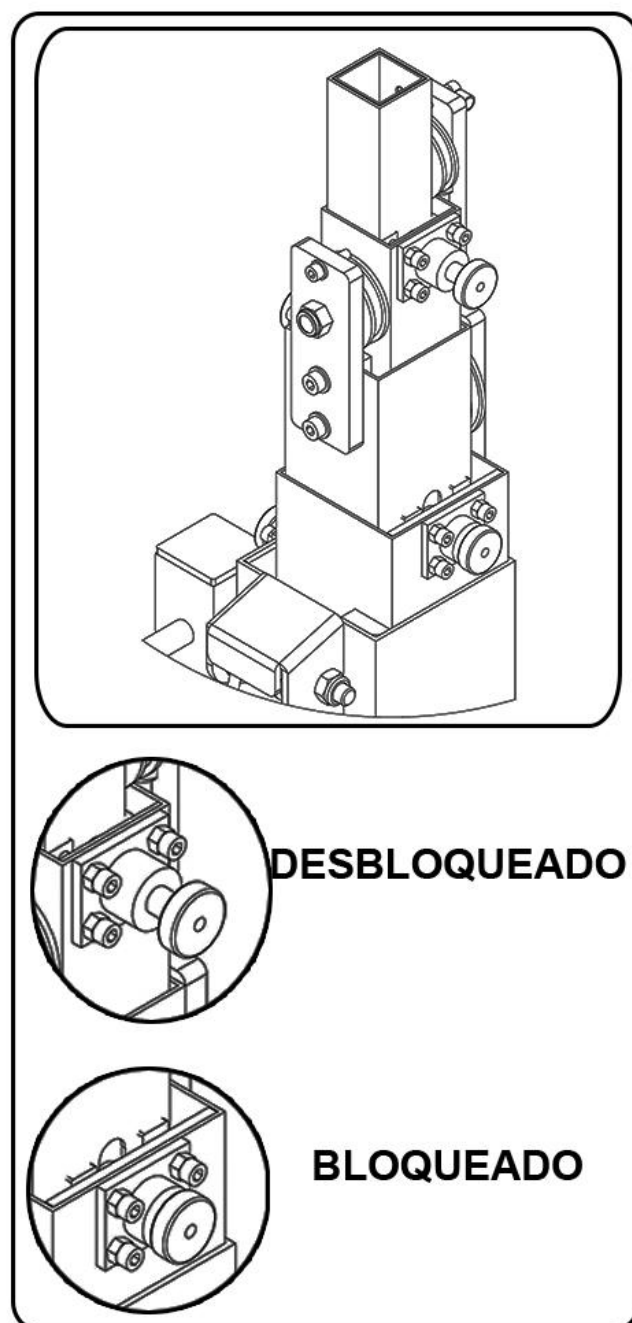

Figura 26
- Ver Figura 26 en esta sección para entender el funcionamiento del sistema de seguridad.